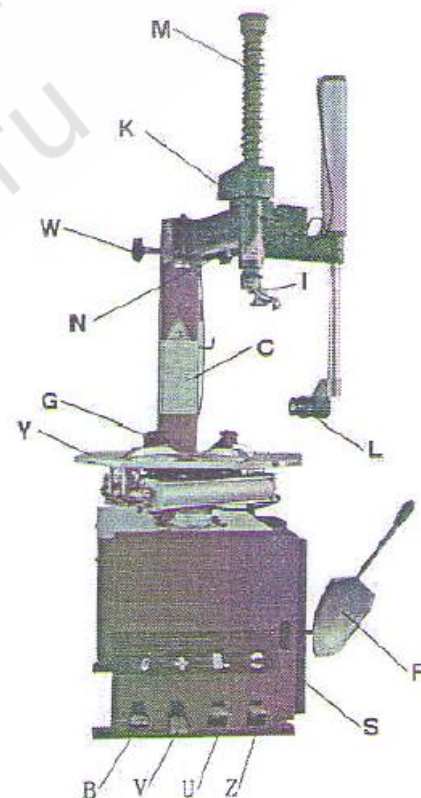

Рис. 4
2. Подвести монтажную головку к верхнему борту шины, примерно в 2-3 мм от края обода, нажать на рукоятку блокировки (К, рис. 4), чтобы зафиксировать вертикальную направляющую. Зафиксировать шестигранный рычаг винтом на колонне.